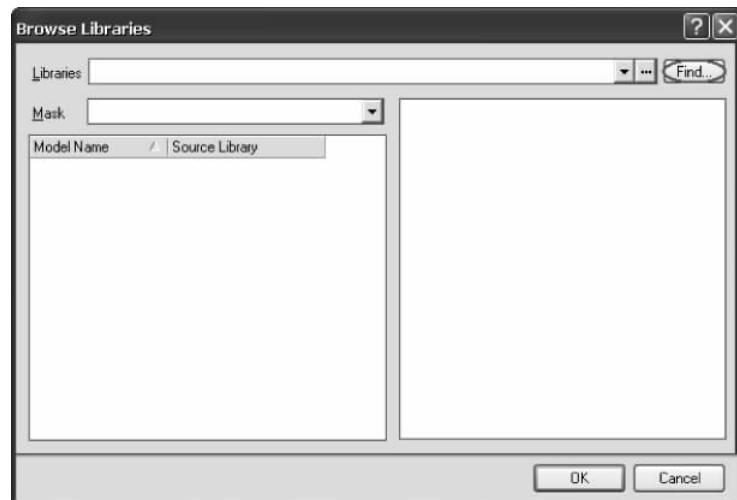
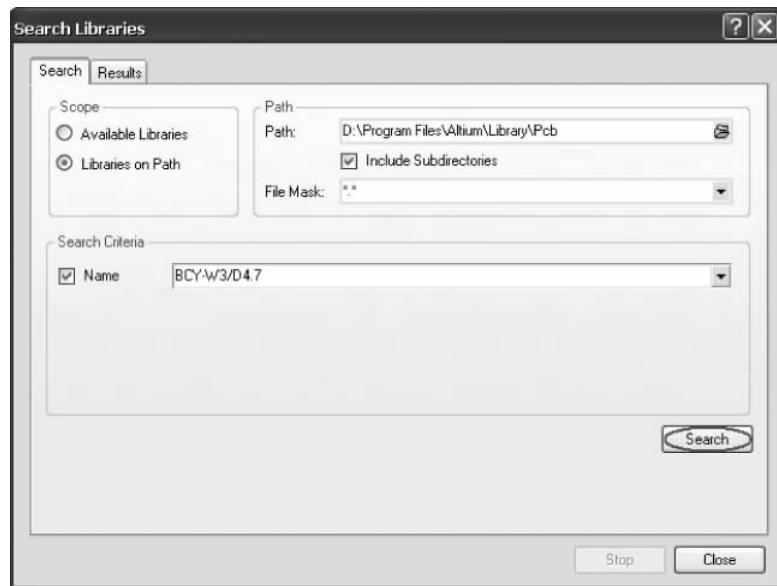

图 3-24 浏览库对话框
图 3-25 查找库对话框
(2) 查找并添加封装：在 PCB 模型对话框中，单击 **[Browse...]** 按钮，弹出如图 3-24 所示的浏览库对话框；单击右上角的 **[Find...]** 按钮，弹出如图 3-25 所示的查找库对话框，使其中的 Path 指向 Protel DXP 中 PCB 文件夹在本机中的安装路径，并在 Name 栏中输入 BCY-W3/D4.7，然后单击 **[Search]** 按钮开始查找。最后搜索到如图 3-26 所示的封装示意图。单击右下角的 **[Select]** 按钮，再连续单击之前出现的几个对话框中的 **[OK]** 按钮返回，封装即被加载，如图 3-27 所示。